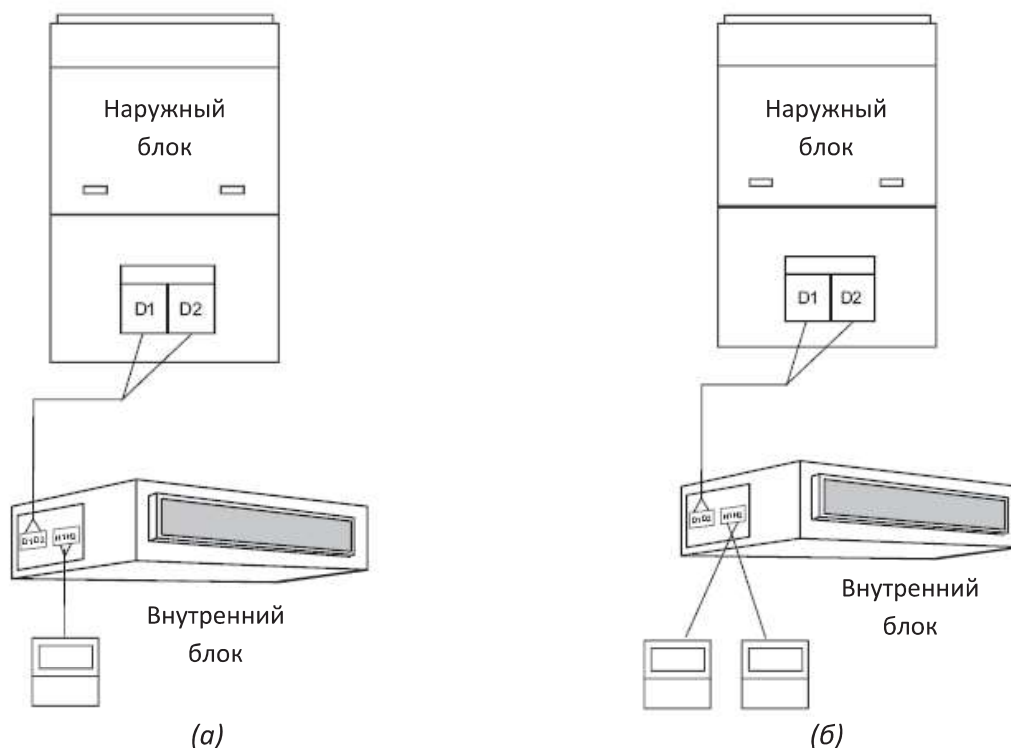

Рис. 8.4
8.3.1. Для управления одним внутренним блоком может использоваться один (рис. 8.4, а) или два (рис. 8.4, б) проводных пульта управления. Схема подключения проводного пульта управления к внутреннему блоку показана на рисунке 8.4.